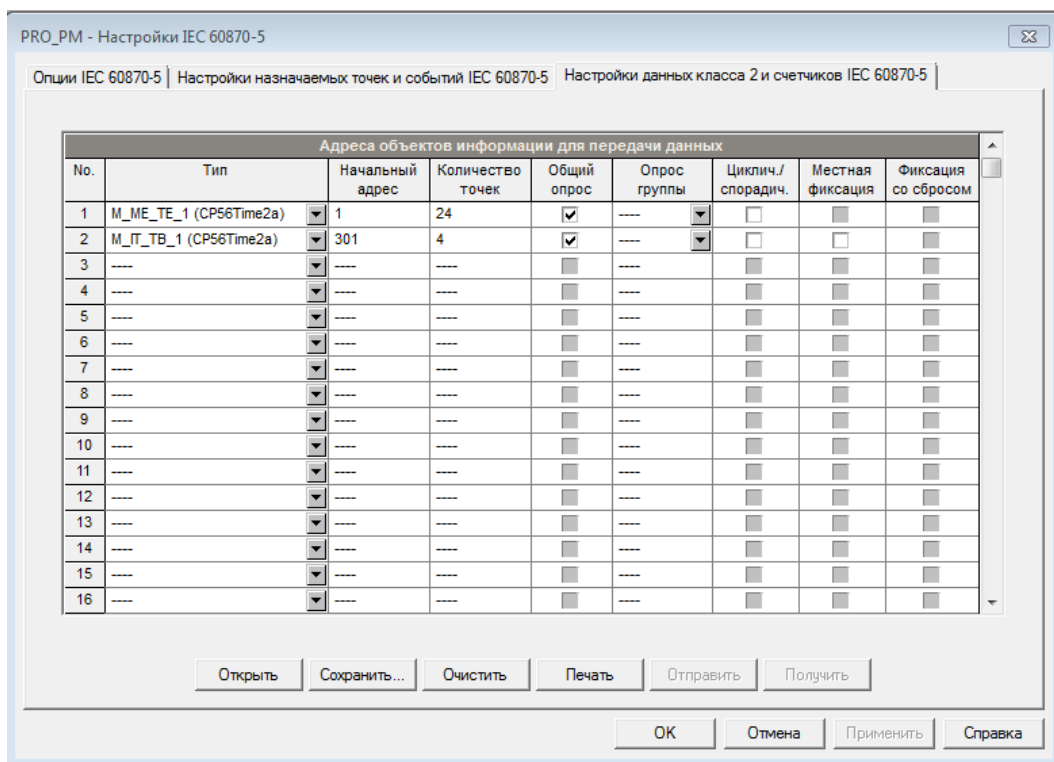

Рисунок 118 – Настройки данных класса 2 и счетчиков IEC 60870-5
1. Выберите на панели меню ПО PAS «Настройки» – «Настройки ИЕС 60870-5», в открывшемся окне перейдите на вкладку «Настройки данных класса 2 и счетчиков ИЕС 60870-5» (рисунок 118).